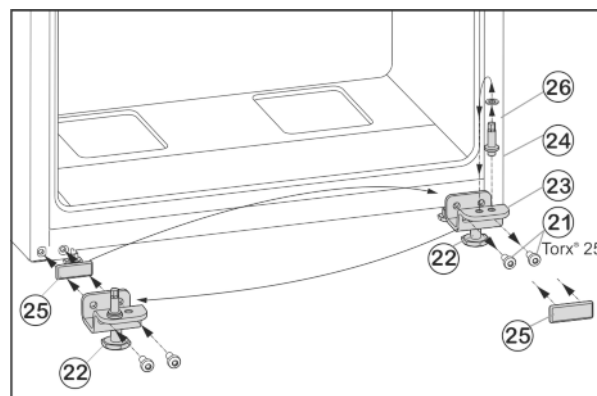

Fig. 6
- ▶ Bevestigingsbouten Fig. 6 (21) losschroeven.
- ▶ Lagerbok onder Fig. 6 (23) volledig met lagerbouten Fig. 6 (24), schijf Fig. 6 (26) en stelvoet Fig. 6 (22), verwijderen.
- ▶ Lagerbouten Fig. 6 (24) volledig met schijf Fig. 6 (26) losschroeven, terugplaatsen in het tegenoverliggende opnamemat van het lagerbok en weer vastschroeven.
- ▶ Afdekplaat *Fig. 6 (25)* voorzichtig verwijderen en terugplaatsen op de andere zijde.
- ▶ Lagerbok onder *Fig. 6 (23)* volledig met lagerbouten *Fig. 6 (24)*, schijf *Fig. 6 (26)* en stelvoet *Fig. 6 (22)* weer op de nieuwe scharnierzijde evt. met behulp van een accuboormachine **vastschroeven (met 4 Nm)**.
- ▶ Onderste deur van bovenaf op scharnieren *Fig. 6 (24)* plaatsen.
- ▶ Stelpoot *Fig. 6 (22)* van onderste scharnierblok *Fig. 6 (23)* eruit draaien, tot deze de vloer raakt.